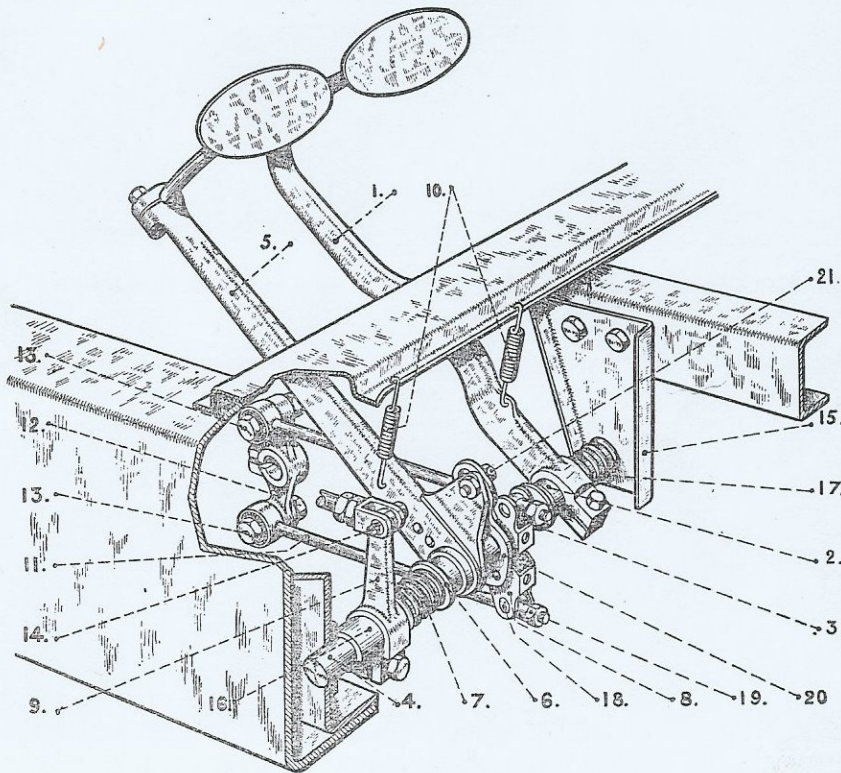

Fig. 14. — Vue d'ensemble du pédalier
- Accrocher à la traverse les ressorts de rappel (10) (fig. 14) des pédales.